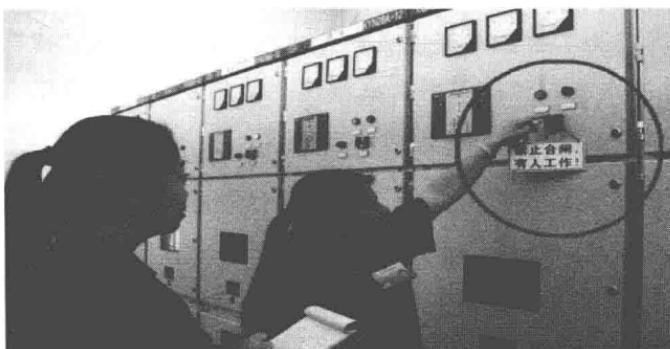

图 1-3 悬挂标示牌
- ③ 更换熔丝时应在分闸后进行。
- ④ 禁忌拆开罩盖把临时用电的电源线挂在开关的带电体上。临时用电的电源线也应接在接线孔里，并盖好罩盖。
- ⑤ 禁忌带电移动刀开关。
- ⑥ 禁忌湿手赤脚时操作刀开关。
- ⑦ 禁忌使用带电体外露的刀开关。发现开关罩盖、瓷底、手柄有裂纹或破损时，应及时修理或更换。
- ⑧ 在一经合闸即可送电到工作地点的刀开关应挂“禁止合闸，有人工作！”的标示牌，如图 1-3 所示。